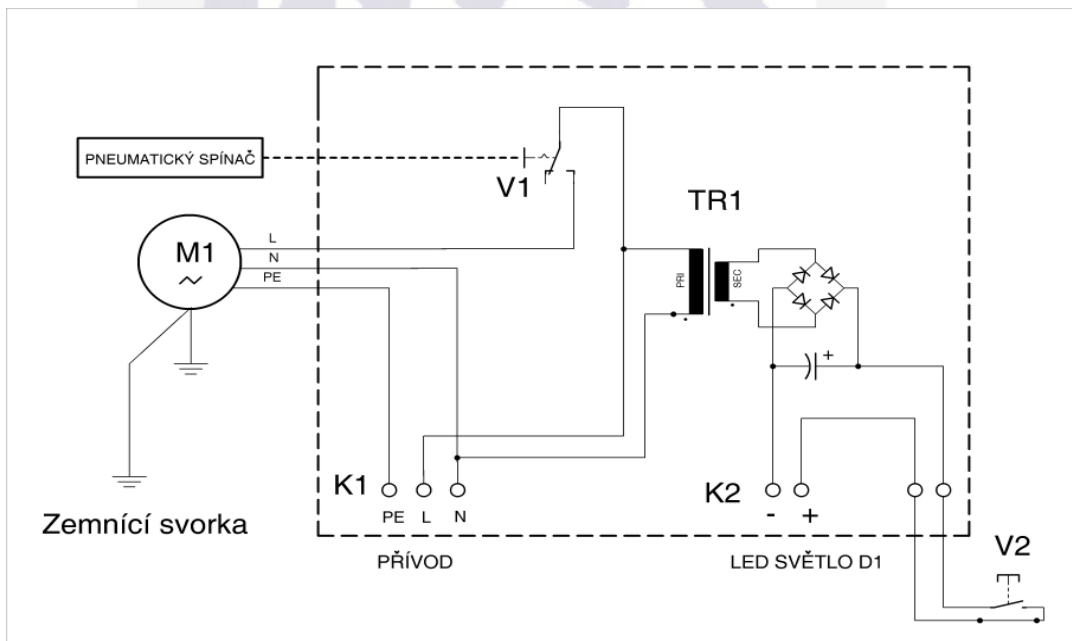

Abb. 6
- Anschluss des Anschlusskabels in den Verteiler der Gegenstromanlage siehe Abb.6.